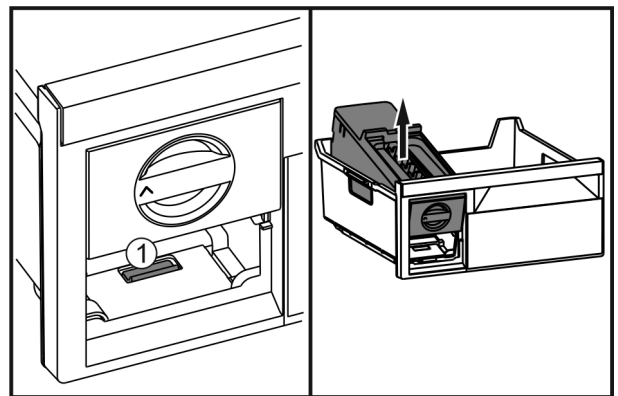

Fig. 55
► Appuyer sur la languette Fig. 55 (1), soulever l'EasyTwist-Ice depuis l'arrière et le faire sortir du tiroir de congélation.